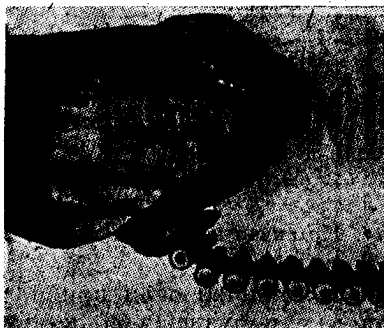

Рис. 115. Поставяне ключалката на едната част на лентата в съединителното звено на другата част
- държейки с лявата ръка едната част на лентата за съединителното звено, с дясната ръка се вкарва ключалката на втората част на лентата в съединителното звено през голямото отворище (рис. 115);